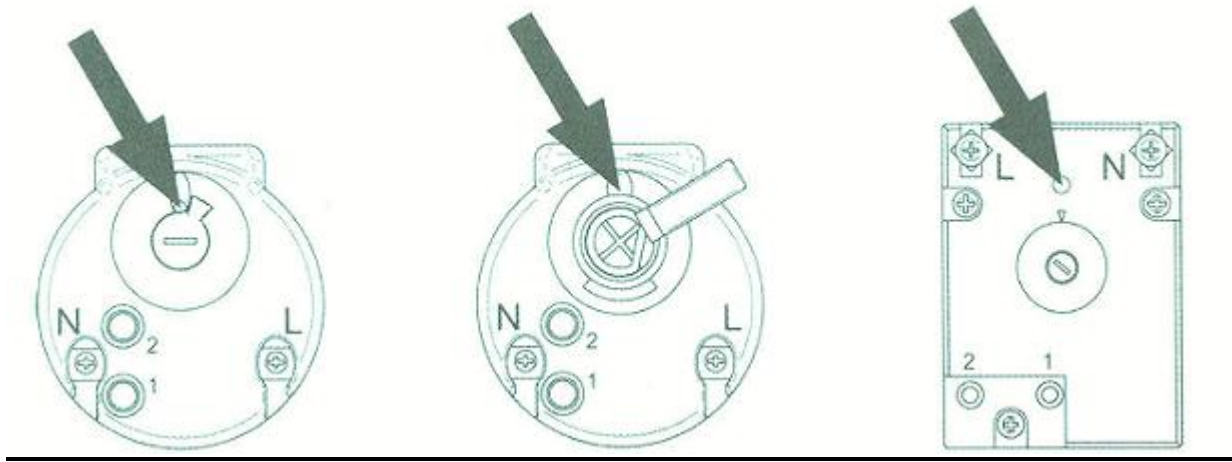

Fig. 1
Calibrarea termostatului la valorarea maximă se face în fabrică, astfel ca în cazul în care doriți modificarea valorii trebuie să deconectați aparatul de la alimentarea electrică, să demontați calota de protecție, să răsuciți butonul termostatului Fig. 1, spre “+” pentru creștere sau spre “-” pentru diminuare. Atenție la placuta de pe termostat. Se recomandă, pentru prevenirea formării bacteriei “legionella” poziționarea spre semnul “+”.
- apasati, cu o usoara presiune, butonul de repunere in functiune a termostatului, folosind o unealta izolata cu varful rotunjit, in pozitia indicata in Fig. 1 pana la auzirea unui click.